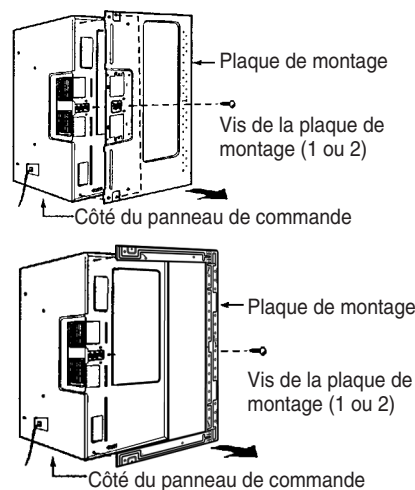

Figure 11
1. Retirer la ou les vis de la plaque de montage (1 ou 2 vis) tel qu'illustré et les mettre au rebut. Voir la figure 11.